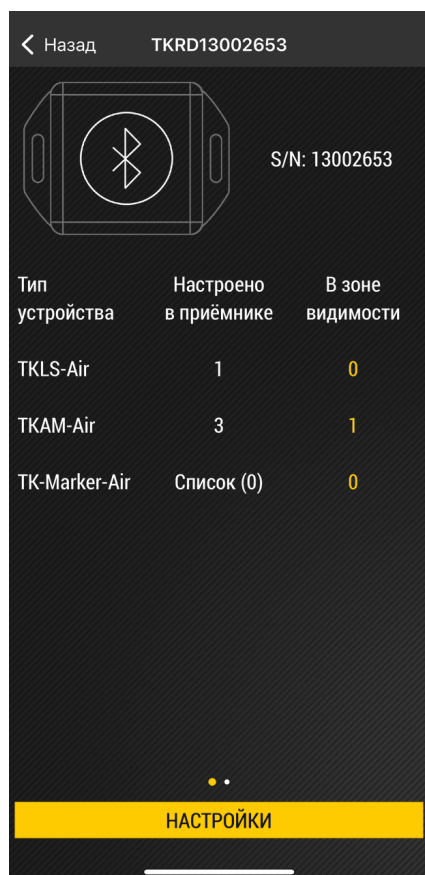
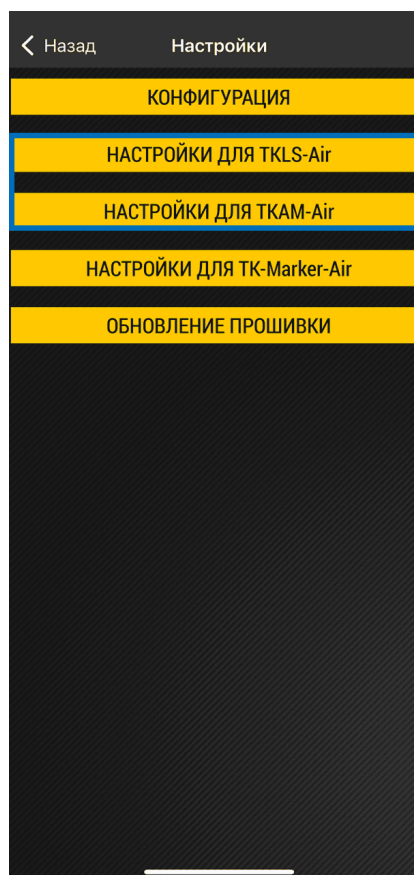
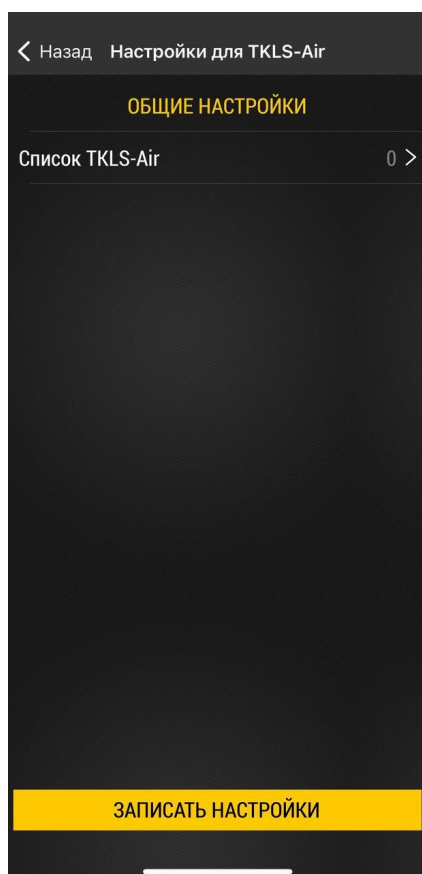
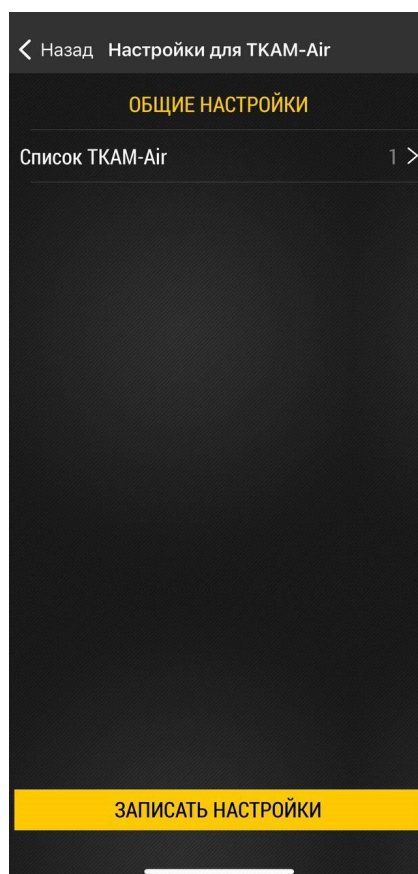

Рис.11. Рабочий экран
Рис.12. Выбор настроек для устройств
Рис.13. Настройки для TKLS-Air
Рис.14. Настройки для ТКАМ-Air
1. На рабочем экране устройства нажмите «**Настройки**» (Рис.11), далее «**Настройки для TKLS-Air**» или «**Настройки для ТКAM-Air**» (Рис.12). Откроется экран с настройками выбранного датчика (Рис.13 и Рис.14). Настройки для датчиков TKLS-Air и ТКAM-Air аналогичны, поэтому далее будет описан процесс настройки только для устройств TKLS-Air.